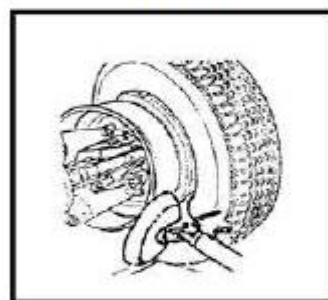

Рис. 14
- Вращайте колесо по часовой стрелке до тех пор, пока зажим не окажется в крайней нижней точке (рис. 14).